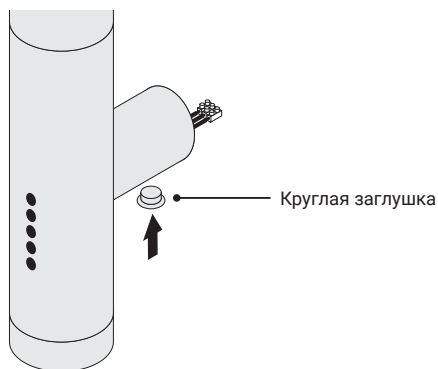

Рис.19
5.2.3. Вместо заглушки с отверстием, расположенной на нижней стороне модуля скрытого подключения, установите круглую заглушку (рис. 19).